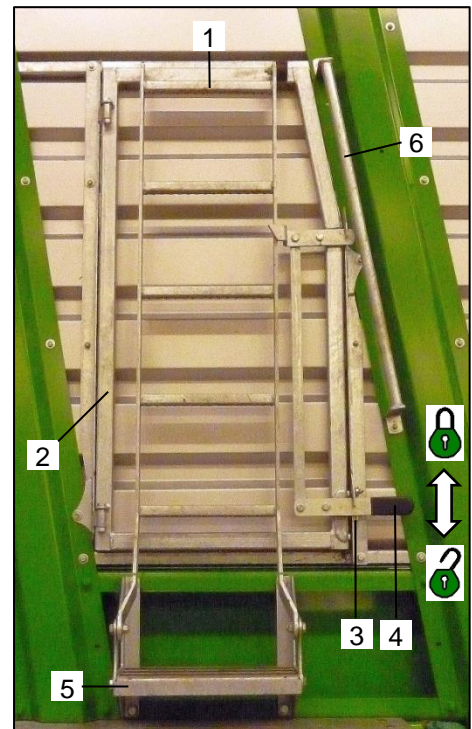

Bild 24: Aufstiegsleiter und Einstiegstür
Um die Einstiegstür (Bild 24 / Pos.2) wieder zu verschließen und die Aufstiegsleiter (Bild 24 / Pos.1) wieder in die oberste Position zurück zu führen, ist wie folgt vorzugehen:
- Durch nach unten Ziehen des Hebels (Bild 24 / Pos.4) die Einstiegstür (Bild 24 / Pos.2) entriegeln  und komplett schließen. Der Hebel bleibt anschließend in entriegelter Stellung .
- Die Aufstiegsleiter (Bild 24 / Pos.1) mit beiden Händen nach oben schwenken, bis sie komplett an der Einstiegstür (Bild 24 / Pos.2) anliegt.
- Durch nach oben Führen des Hebels (Bild 24 / Pos.4) die Aufstiegsleiter (Bild 24 / Pos.1) und die Einstiegstür (Bild 24 / Pos.2) gleichzeitig verriegeln . Die Sicherung (Bild 24 / Pos.3) verriegelt dabei automatisch und verhindert ein unbeabsichtigtes Öffnen.